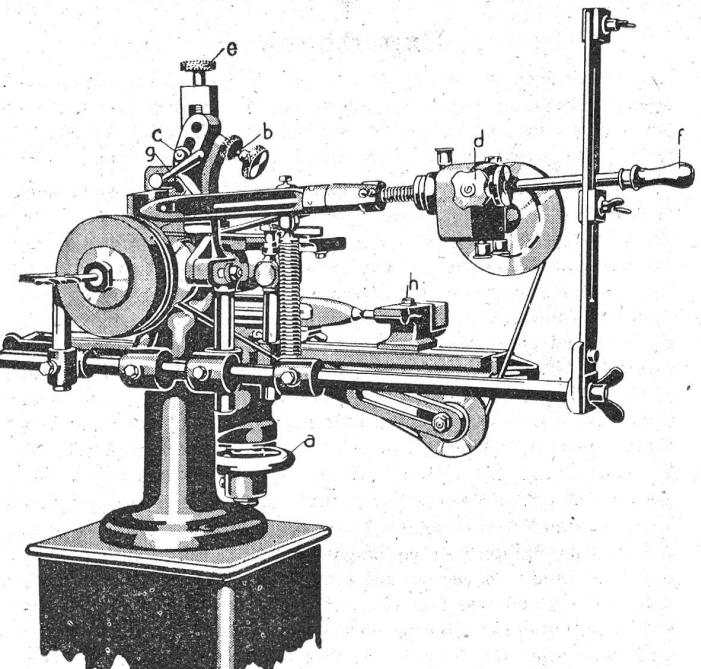

Fig. 3. Schützen-Spitzen-Schleifvorrichtung.
2. Für die Vorrichtung zum Schleifen beschädigter Schützen-Spitzen (siehe Fig. 3): Nachdem die Klauenkupplung *d* am Schützenantrieb ausgelöst worden ist, steht die Mitnehmerwelle still, worauf der zu schleifende Schützen unter Druck gegen die Sperrfeder in die ihn festklammernde Spitzenlagerung und darauf in das Schleiflager gesteckt und durch Wiedereinkupplung des Schraubenrades im Drehung versetzt wird.